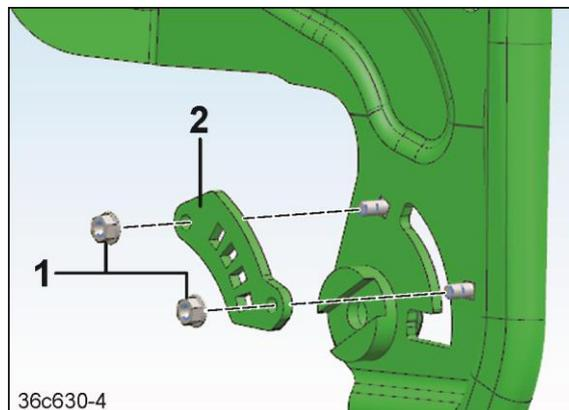

Fig. 486
4. 2 Sicherungsmuttern M 8 (Fig. 486/1) lösen
5. Raster (Fig. 486/2) austauschen.